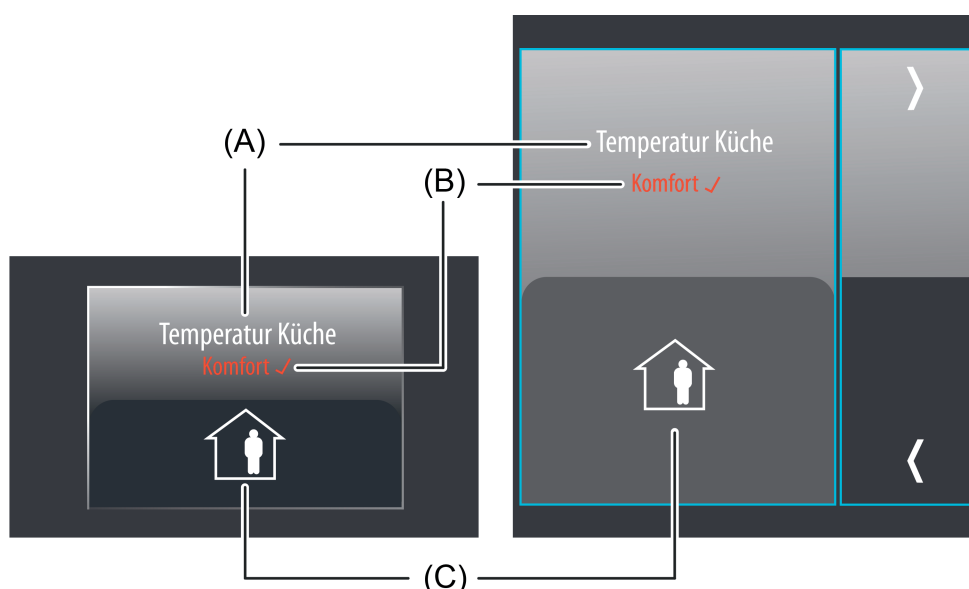

Bild 37: Beispiel für Bedien- und Anzeigeelement der Funktion "Betriebsmodusumschaltung 4 x 1 Bit"
Der Anzeigebereich enthält verschiedene Darstellungselemente (Bild 37), die durch Parameter beeinflusst werden. Jeder KNX Funktion kann in der Konfigurationssoftware eine Bezeichnung vergeben werden (A). Diese Text-Bezeichnung wird im Anzeigeelement zentriert zur Anzeige